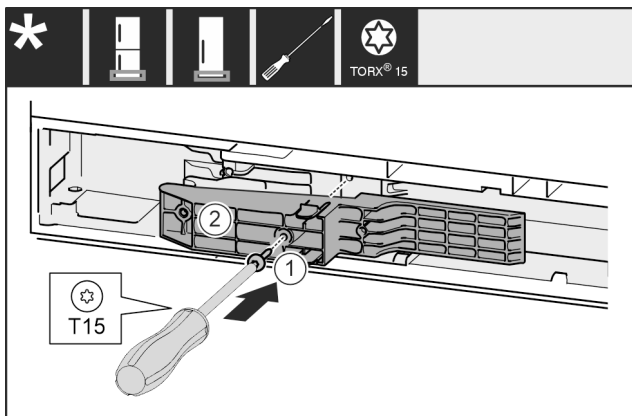

Fig. 61 *
- ▶ Вставьте деталь адаптера Fig. 61 (1) в выемку на стороне ручки.*
- ▶ Затяните винт Fig. 61 (2) отверткой.*